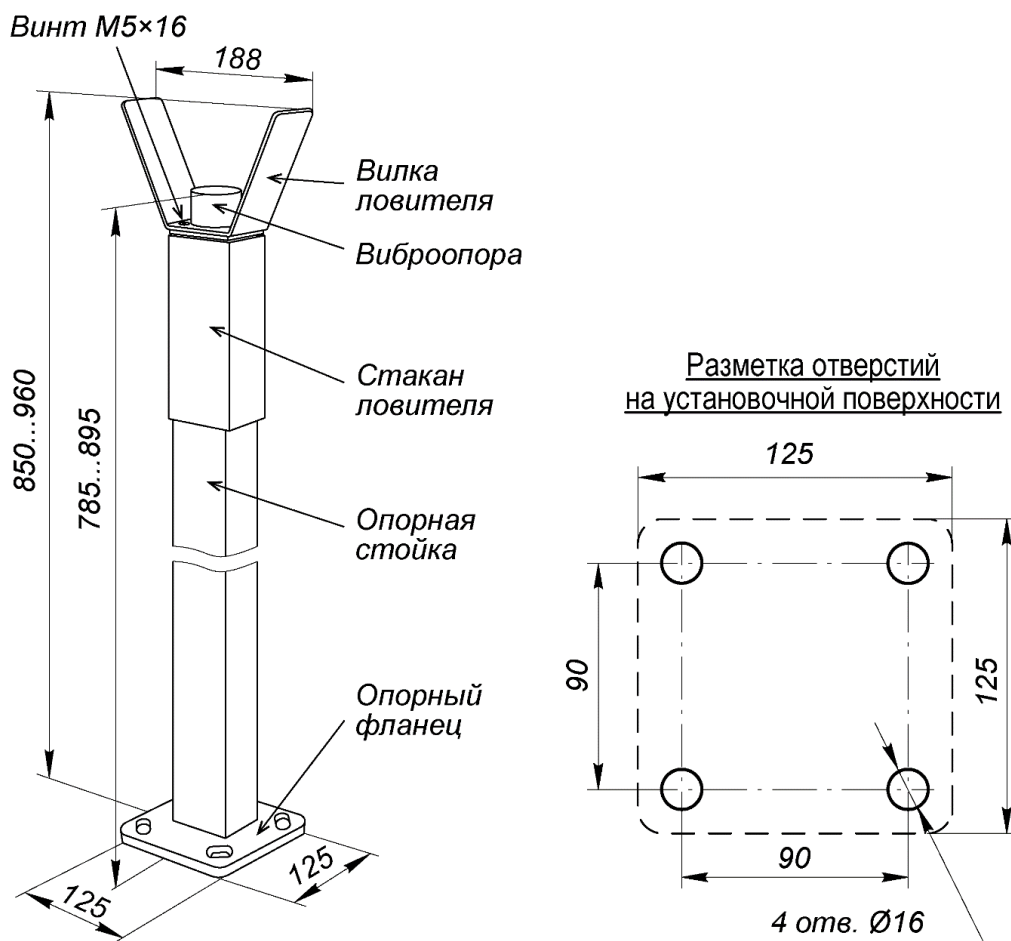

Рисунок 16. Внешний вид опорной стойки с ловителем стрелы PERCo-GBS1
Опорная стойка **PERCo-GBS1** состоит из стойки прямоугольного сечения с опорным фланцем и ловителя стрелы (см. рис. 16).
1. Выполните в установочной поверхности отверстия в соответствии с разметкой (рис. 16). Ось опорной стойки должна совпадать с продольной осью стрелы шлагбаума (обращаем внимание, не с осью стойки шлагбаума!, см. рис. 7). Размер отверстий на схеме указан для анкеров типа PFG IH10 («SORMAT»), при использовании других типов анкеров необходимо выполнять отверстия соответствующих им диаметра и глубины.